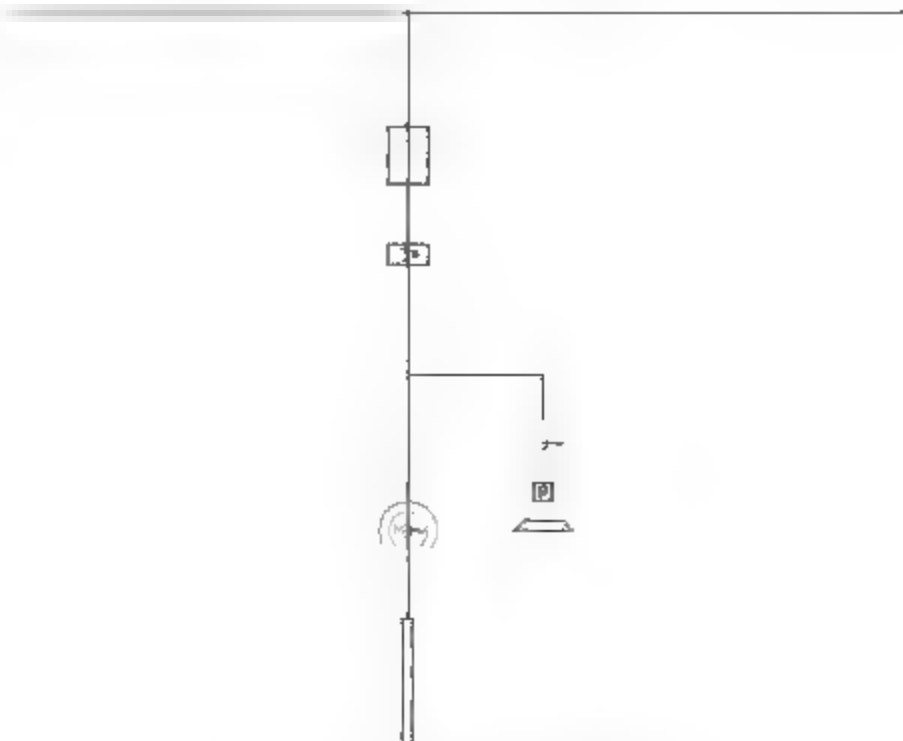

图11-39 调入元件
- 调入元件图块。在本书配备资源中的“素材\第11章\电气图例.dwg”文件中选择开关、电动机元件图块，将其复制至系统图中，结果如图11-39所示。